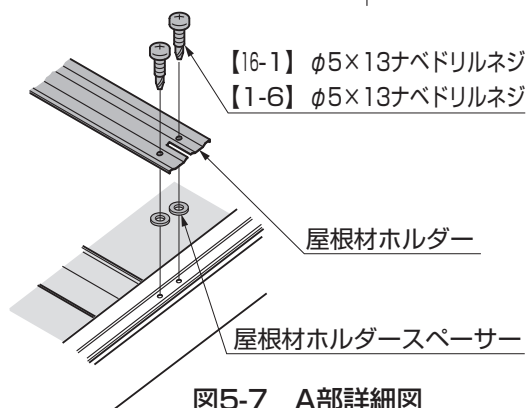
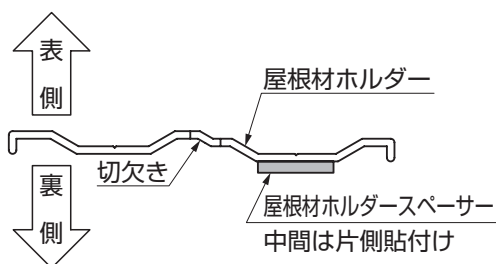

図5-7 A部詳細図
図5-8 屋根材ホルダー断面図
- 取付け前に屋根材ホルダー下面に屋根材ホルダースペースを貼付けてください。（端部：図5-7、中間：図5-8参照）